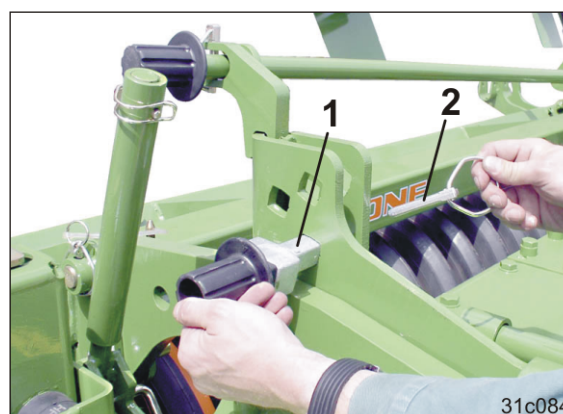

Fig. 81
4. Sæt dybdereguleringsboltene fast i den ønskede position (Fig. 81/1)
5. Sørg for at sikre begge dybdereguleringsbolte med ringsplitter (Fig. 81/2).
4. Sørg for at sikre begge dybdereguleringsbolte med ringsplitter (Fig. 81/2).